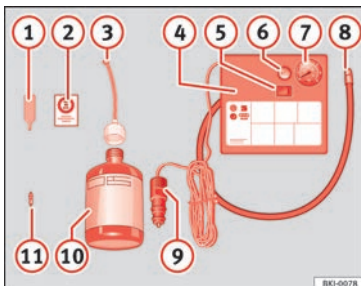

Abb. 105 Prinzipdarstellung: Bestandteile des Pannensets
Das Pannenset befindet sich im Gepäckraum unter dem Bodenbelag. Es besteht aus folgenden Bestandteilen »» Abb. 105:
Den Reifenfüllschlauch »» Abb. 105 ⑧ wieder anschließen und den Reifenfülldruck an der Reifenfülldruckanzeige ⑦ ablesen.